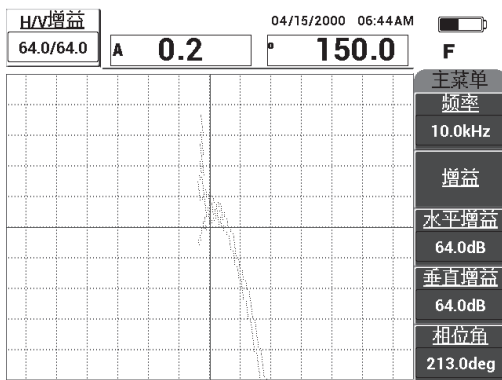

图 6-34 调整信号的波幅
8. 按**增益**键 (**dB**)，然后调整信号波幅，使脱粘信号从平衡点位置（十字准线）延伸大约 4 个分区（参见第 136 页的图 6-34）。